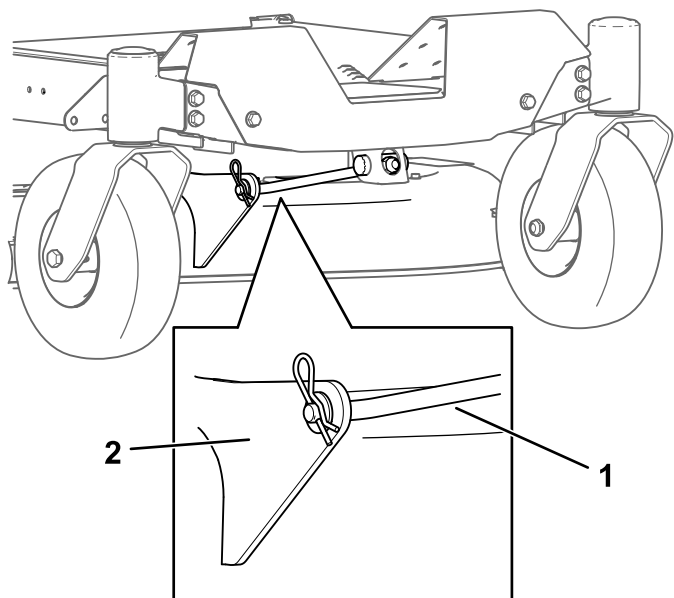

Figure 65
4. Retirez la goupille fendue de la tige de support avant et déposez la tige du support de tablier (Figure 65).
8. Fixez la tige de support avant au tablier de coupe à l'aide de l'axe de chape et de la goupille fendue (Figure 65).